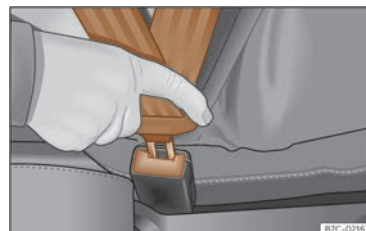

Fig. 22 Introduceți limba centurii de siguranță în catarama acesteia.
- Introduceți catarama centurii în catarama scaunului corespunzător >>> fig. 22.